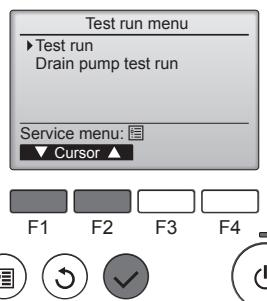

Fig. 8-2
- Test run (Çalışma testi) menüsünden "Test run" (Çalışma testi) öğesini seçin ve [SELECT] (SEÇ) düğmesine basın. (Fig. 8-2)